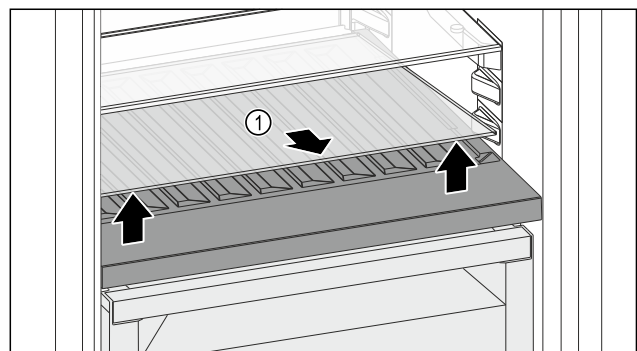

Fig. 103
- ▶ Glasplatte Fig. 103 (1) an der Aussparung vorne anheben und herausnehmen.
- ▶ Glasplatte Fig. 103 (1) außerhalb des Geräts sicher aufbewahren.